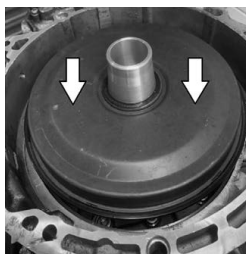

Abb. 3
- Den Außendeckel umkippen und auf den Einsteckkonus (4) stecken (siehe Abb. 3).